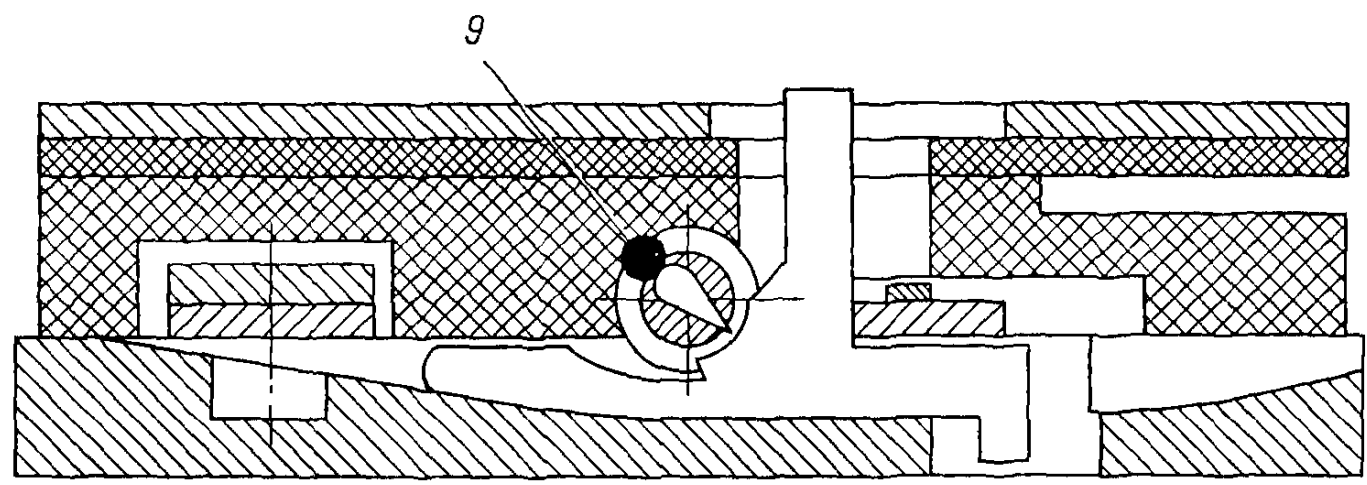
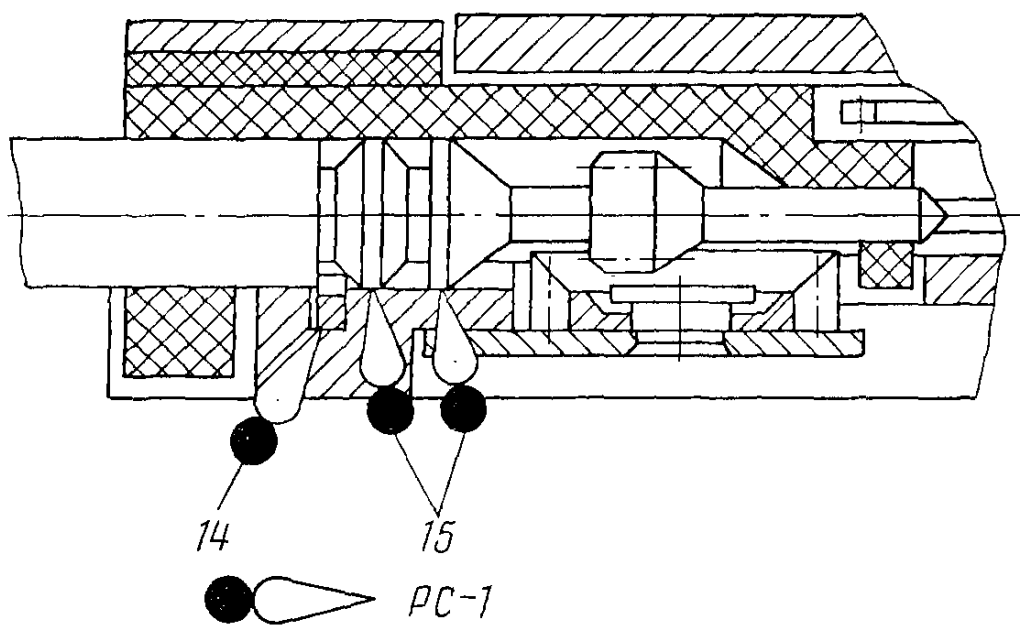
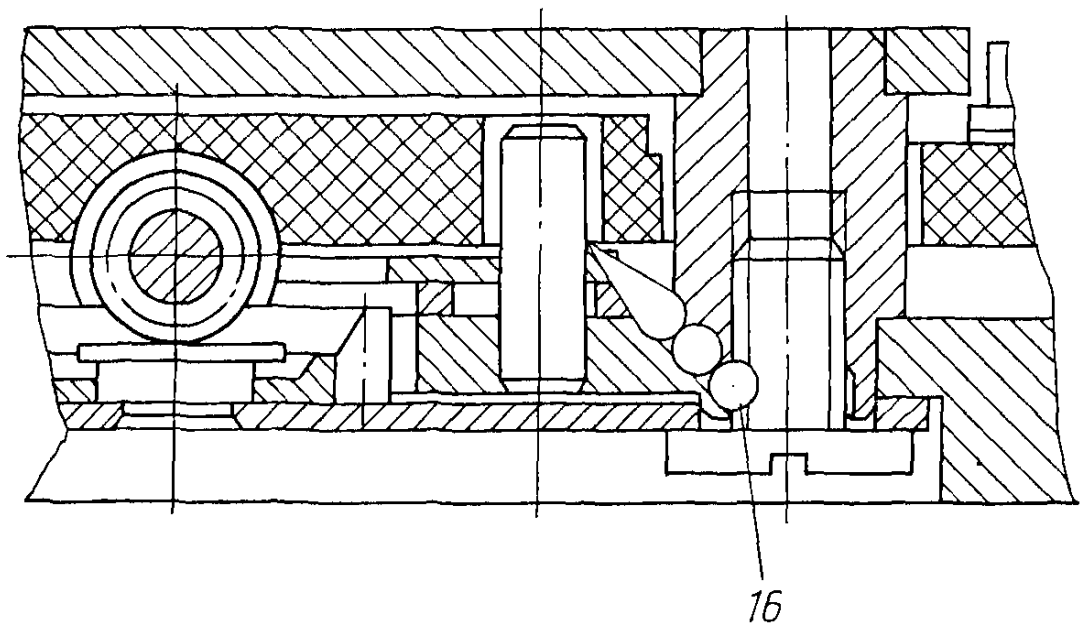

Рис. 76
Рис. 78
Рис. 79
- Смазать: паз платины под пластину (рис. 78, поз. 14); штифт платины, фиксирующий пружинящие консоли рычагов (рис. 80, поз. 18); посадочные колонки под рычаги (рис. 79, поз. 16; рис. 80, поз. 16–17).
- Смазать (рис. 76, поз. 9; рис. 78, поз. 15) и установить вал переводной.